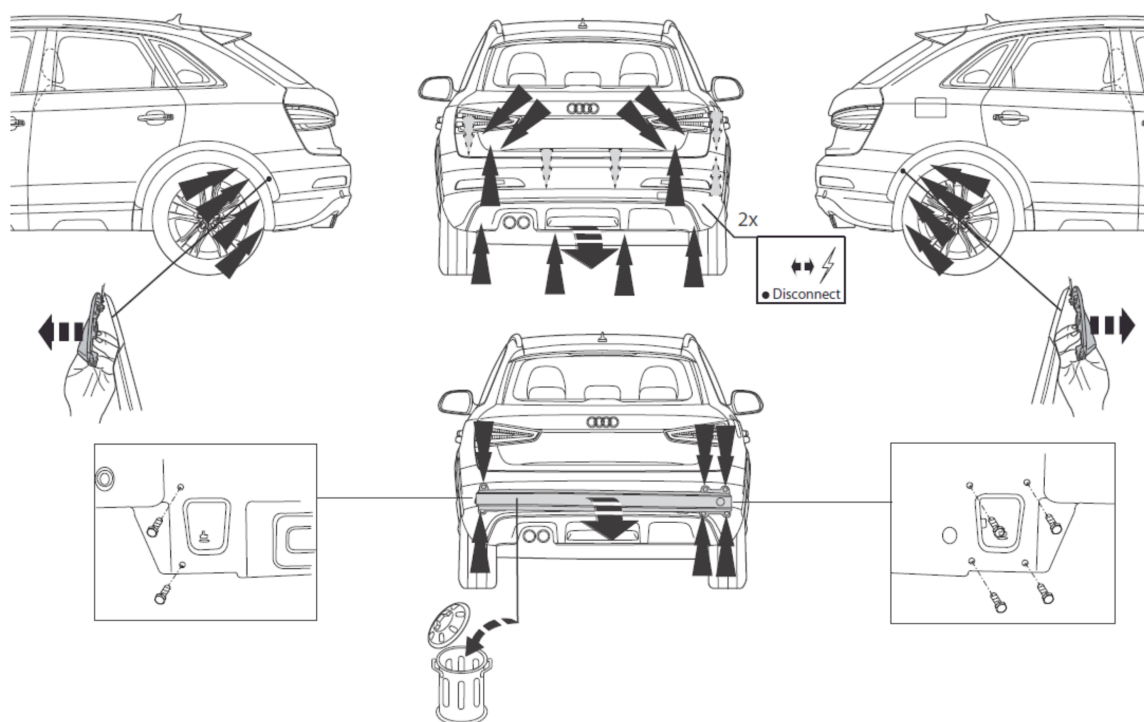

Fig. 3
1. Zdemontować zespoły tylnych świateł. Zdemontować z pojazdu zderzak wraz ze belką zderzakową. Belka zderzakowa nie będzie ponownie używana. Ponownie przykręcić śruby. Patrz rysunek 3,4,5,6,7,8 & 9.
1. Снять оба блока задних фар. Снять бампер вместе со буферным брусом автомобиля. Буферный брус больше не понадобится. Поставить болты на место. См. рисунок 3,4,5,6,7,8 & 9.